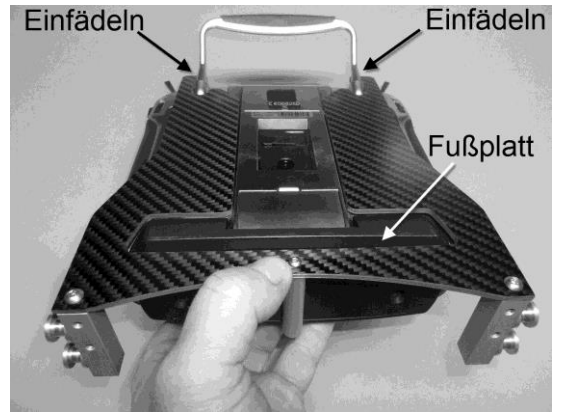

Bild 2.
2. Hängen Sie nun die Grundplatte am Sender ein. Fädeln Sie zuerst den Tragegriff vom Sender in die Grundplatte ein, und drücken Sie anschließend die Fußplatte vom Sender in die Ausfräsung. Bild 2.